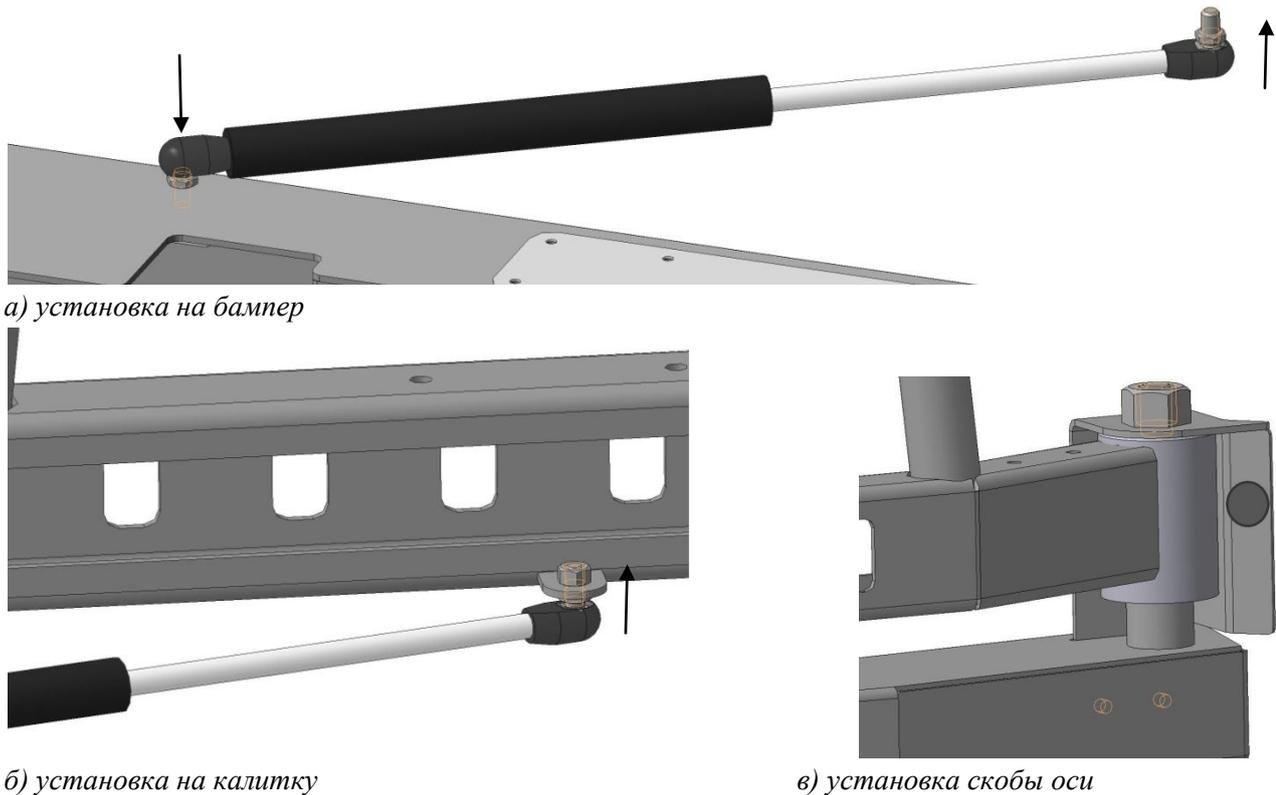

Рис. 10 (а, б, в) Установка газового упора
- а) Установить газовый упор в отверстие на бампере (наконечник направлен вниз), как указано на рисунке (рис.10.а). Затянуть.
- б) Раскрыть калитку до предела, без установленной скобы оси. Установить газовый упор на проушину калитки (наконечник направлен вверх) рис.10 б. Затянуть гайку.